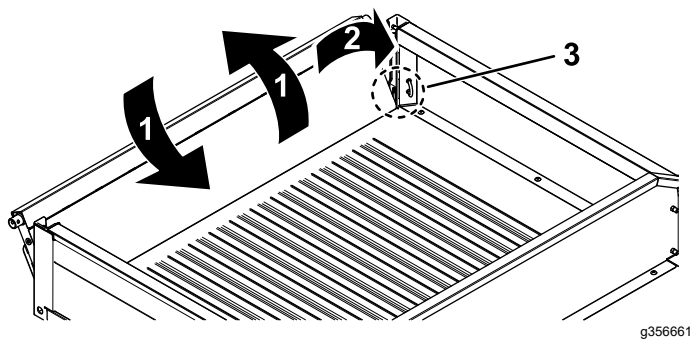

Figura 45
2. Ruotate la sponda posteriore in posizione di circa 45° (Figura 45).